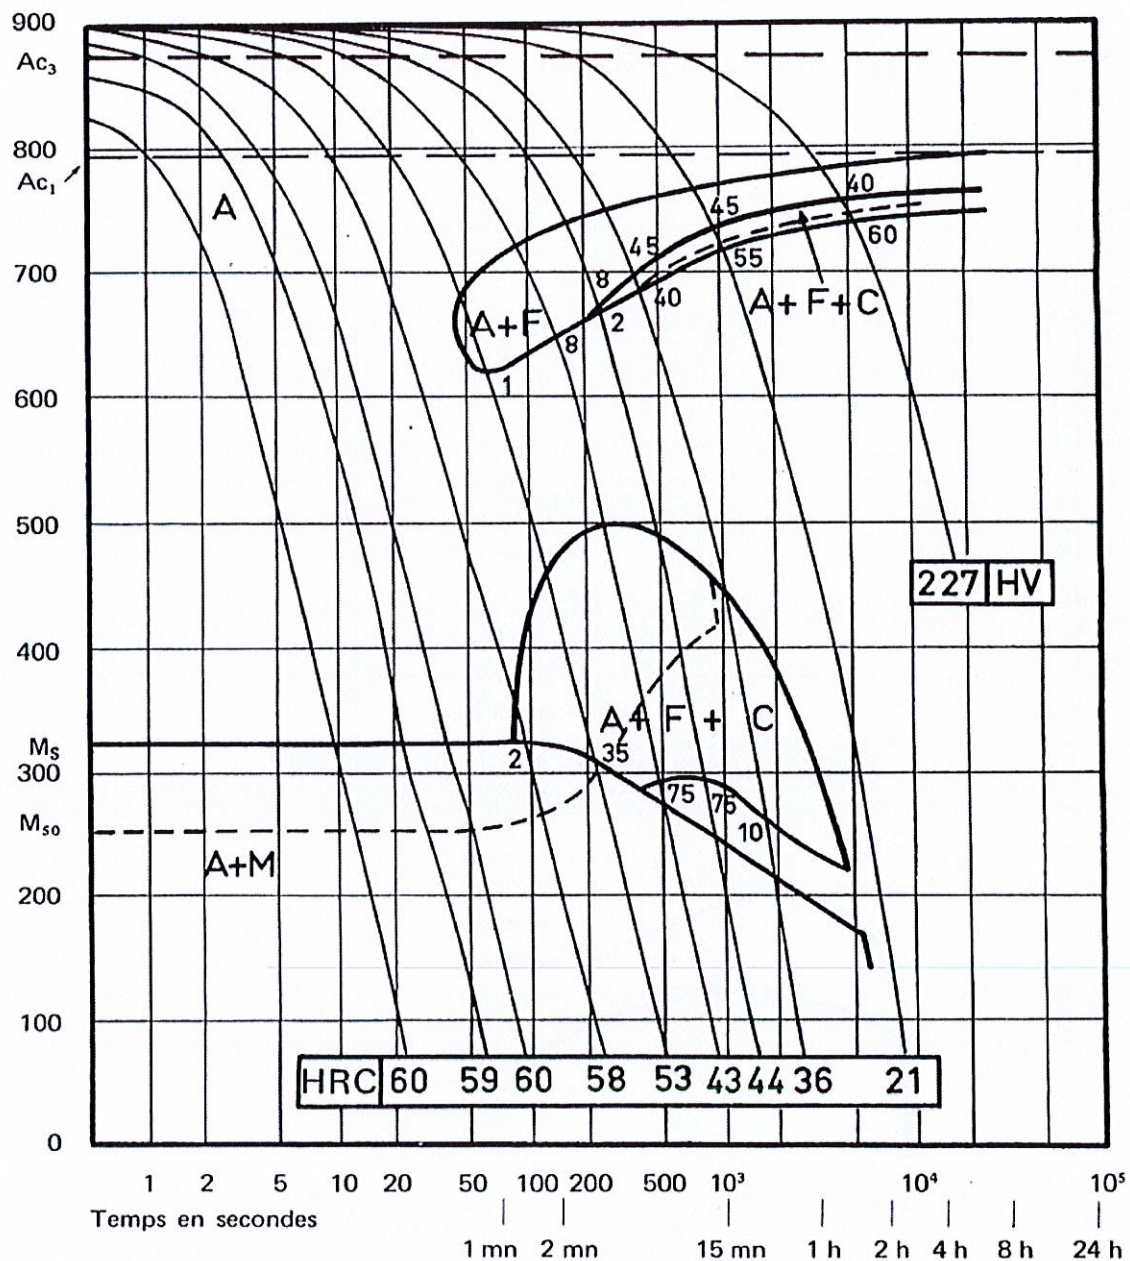

Figure 4 – TRC de l'acier 40 CrAlMo 6-12
On se propose d'étudier le TRC (signification ?) de l'acier 40 CrAlMo 6-12 (Figure 4).
- 2.) Décrire, en fonction de la température, à l'aide du TRC de la Figure 4, la micrographie de la Figure 2 obtenue après un polissage miroir et une attaque au NITAL.